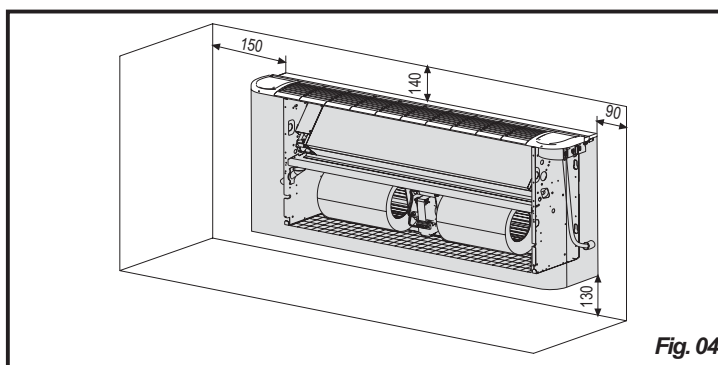

Fig. 04
- 1) la place disponible est suffisante pour installer la machine ainsi que pour assurer les opérations de maintenance standard et exceptionnelles ( voir fig.04)